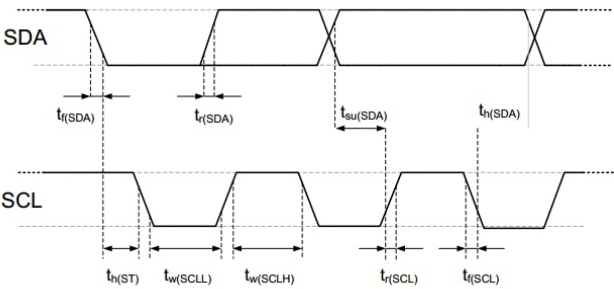

图12 数字输入/输出端的时序图、缩略语在表 8 中进行了解释。较粗的 SDA 线由传感器控制、普通的 SDA 线由单片机控制。请注意 SDA 有效读取时间由前一个转换的下降沿触发。
SDA 引脚用于传感器的数据输入和输出。当向传感器发送命令时，SDA 在串行时钟（SCL）的上升沿有效，且当 SCL 为高电平时，SDA 必须保持稳定。在 SCL 下降沿之后，SDA 值可被改变。为确保通信安全，SDA 的有效时间在 SCL 上升沿之前和下降沿之后应该分别延长至 TSU and TH0 -参考图 12。当从传感器读取数据时，SDA 在 SCL 变低以后有效 (TV)，且维持到下一个 SCL 的下降沿。
电气特性，如功耗、输入和输出的高、低电平电压等，依赖于电源供电电压。为了使传感器通讯顺畅，很重要的一点是，确保信号设计严格限制在表 7、8 和图 12 所给出的范围内）。
表 8 I²C 快速模式数字输入/输出端的时序特性。具体含义在图12 有所显示。除非另有注明。